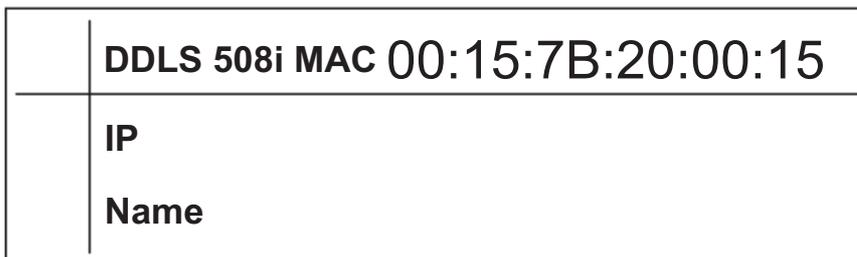

Figure 10.4 : Exemple d'*Address Link Label*; le type d'appareil varie selon la série
- Attribution adresse MAC - adresse IP - nom d'appareil individuel (figure 10.4)